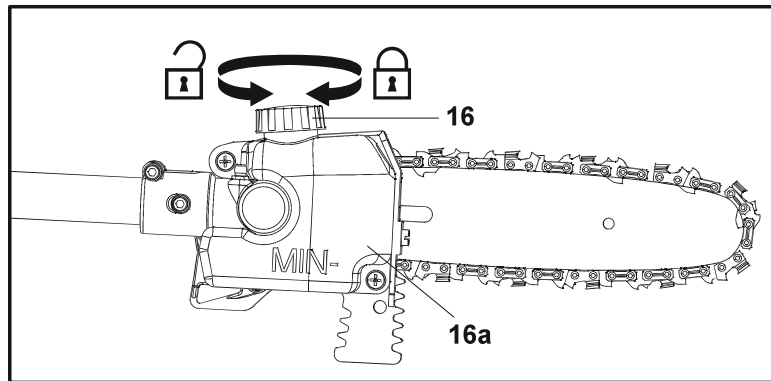

Fig. 16
1. Coloque o produto numa superfície estável e nivelada, com a tampa do depósito de óleo (16) voltada para cima. Recomendamos que coloque uma película não inflamável sob o produto.
2. Desaperte e retire a tampa do depósito de óleo (16) (Fig. 16).